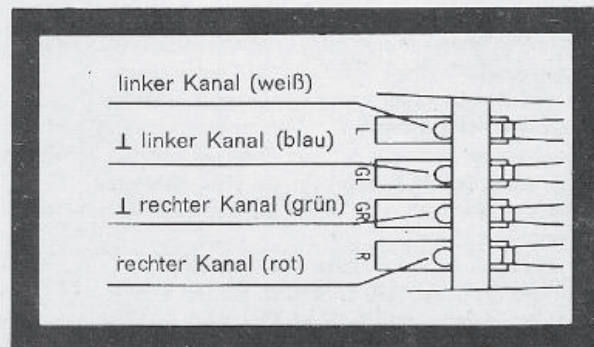

Fig. 16
4. Die Anschlüsse am Systemträger sind gekennzeichnet, die Anschlußlitzen sind farbig (Fig. 16). Verbinden Sie die Anschlußlitzen des Systemträgers mit den entsprechenden Anschlußstiften des Systems.